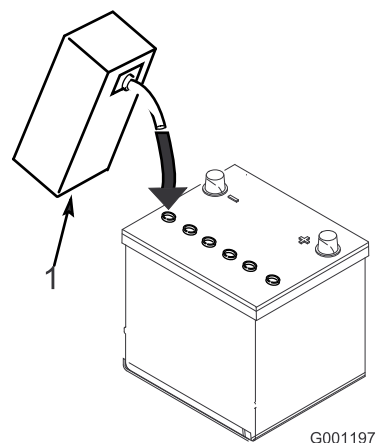

図7
3. 各セルの電極板が液面下 6mm程度に水没するまで、電解液を慎重に入れる(図7)。